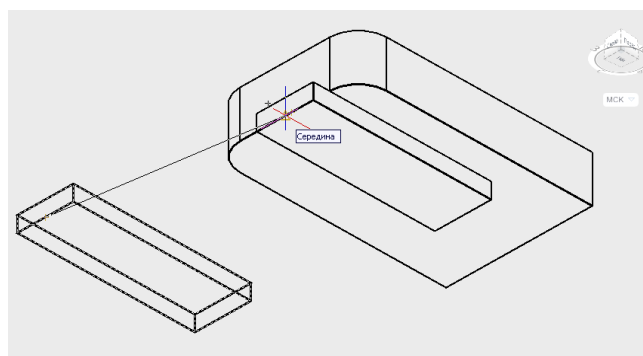

Рисунок 10.4 – Команда ПЕРЕНЕСТИ
- б) Повернути «Видова куб» так, щоб видно було нижню площину підстави, рис. 10.4.